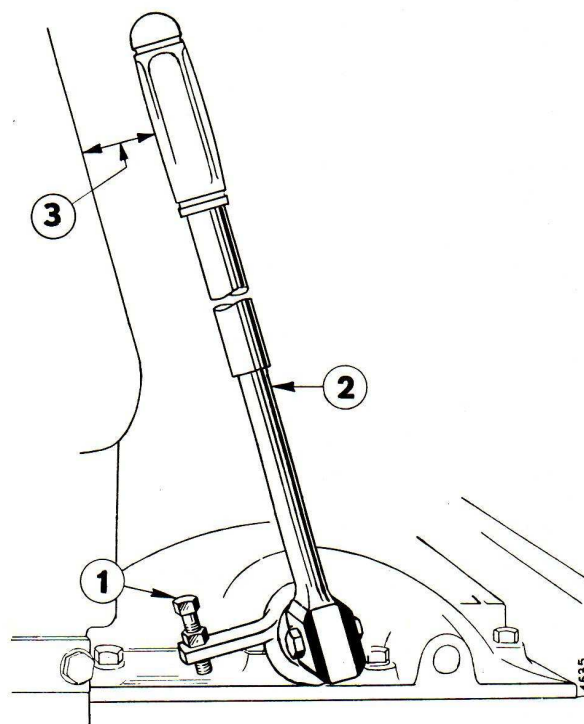

Fig. 68. - 1. Vis de butée du levier -
En position de vitesses de travail, il devrait y avoir une garde minimum (3) fig. 68, entre le tableau de bord et la poignée du levier. Réglez la vis de butée (1) en sorte que votre main n'interfère pas avec le tableau de bord lorsque vous poussez le levier à fond vers l'avant. N'oubliez pas de bloquer le contre-écrou après réglage.